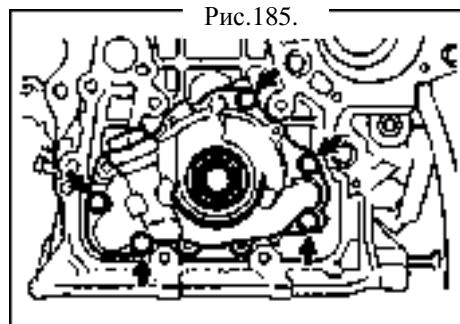

Рис.185.
- 2. Снимите масляный насос [4G18-1011100](рис.185).**